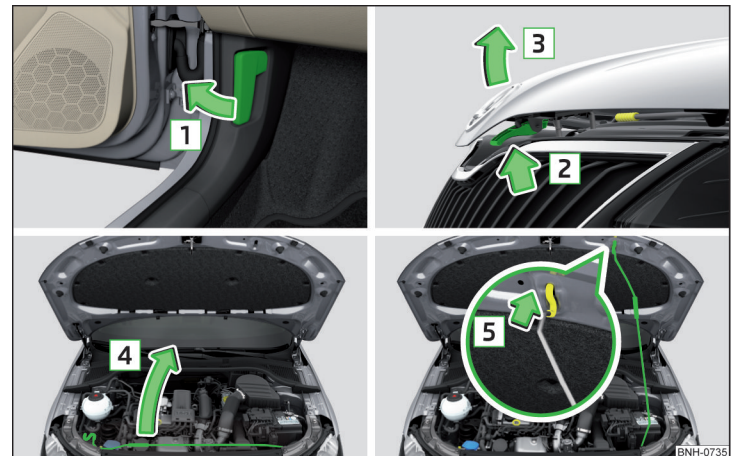

Abb. 225 Motorraumklappe öffnen
- › Die Vordertür öffnen und am Entriegelungshebel unterhalb der Schalttafel in Pfeilrichtung **1** ziehen » Abb. 225.